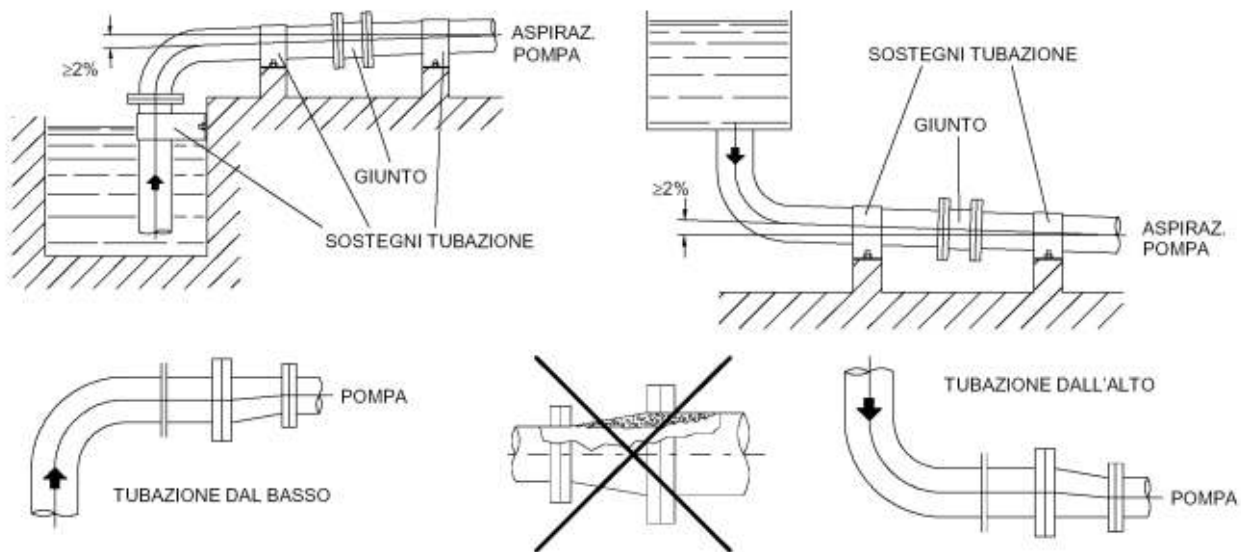

Fig. 16
3.3 - TUBAZIONI DI ASPIRAZIONE E DI MANDATA (vedere la fig. 16)